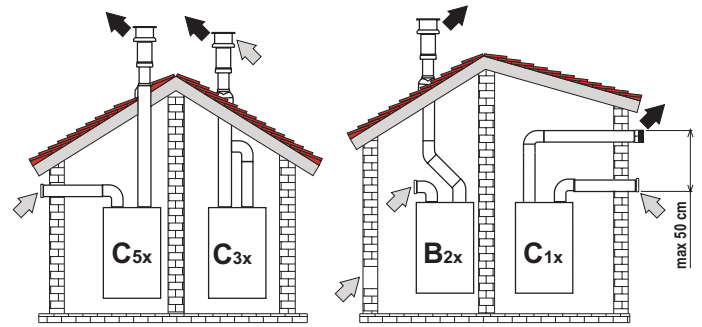

fig. 14 - Exemplu de racordare cu tuburi separate
- 1 Deșurubați șuruburile A (vezi fig. 14).
- 2 Rotiți carcasa (vezi fig. 14).